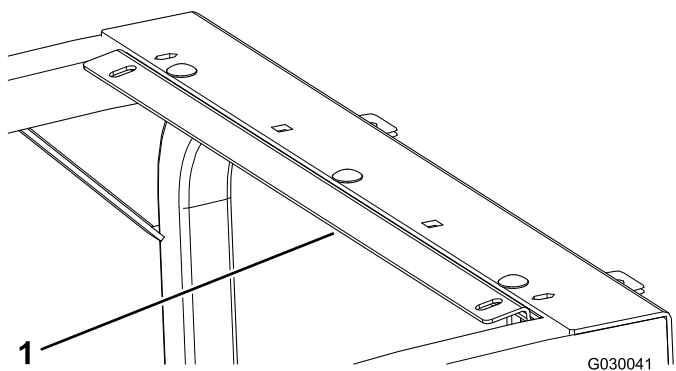

Figura 2
4. Posicione o suporte traseiro de forma que os três parafusos de carroçaria existentes encaixem nas três ranhuras no suporte (Figura 2).